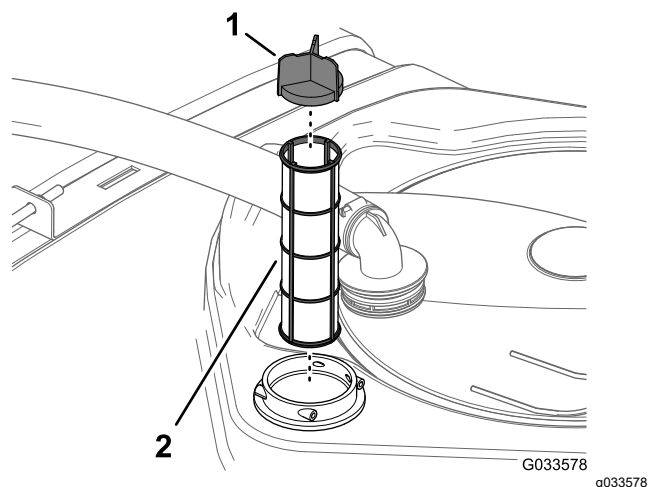

Figura 43
4. Retire el filtro de aspiración del alojamiento del filtro del depósito (Figura 43).